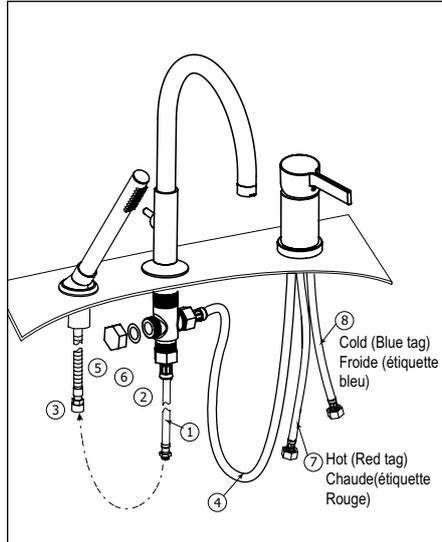

Fig.6
**A) Connecting handshower and spout:** Connect the 1/2" female end of the extension hose (1) (included in box) to the bottom of the faucet shank (2). Then connect the other end of the hose (male connection) to the 3/8" handshower chrome hose end (3). Fig.6. Connect the mixed water hose (4) to the side shank water inlet (2). Note: mixed water hose is not tagged. **Seal the second water inlet of the shank by securing the cap (5) and washer (6). DO NOT OVERTIGHTEN THE CAP.**
**B) Connecting the water supplies:** Connect the hot (7) and cold (8) water hoses to the G1/2" supply lines. Hot and cold water hoses are identified with colored tags.
**A) Raccordement de la douchette au bec:** Raccorder le bout 1/2" femelle du boyau d'extension (1) (inclus dans la boîte) au bas du raccord du robinet (2). Ensuite raccorder l'autre bout (mâle) du boyau d'extension au boyau en chrome 3/8" de la douchette (3). Fig.6. Raccorder le boyau d'eau mélangée (4) au raccord du robinet (2). Note: le boyau d'eau mélangée n'a pas d'étiquette. **Sceller la deuxième entrée d'eau du raccord en filetant le capuchon (5) et la rondelle (6). NE PAS TROP SCELLER LE CAPUCHON.**
**B) Raccordement de l'alimentation d'eau:** Raccorder les boyaux d'eau chaude (7) et d'eau froide (8) aux boyaux d'alimentation 1/2" G. Les boyaux d'eau chaude et froide sont identifiés.